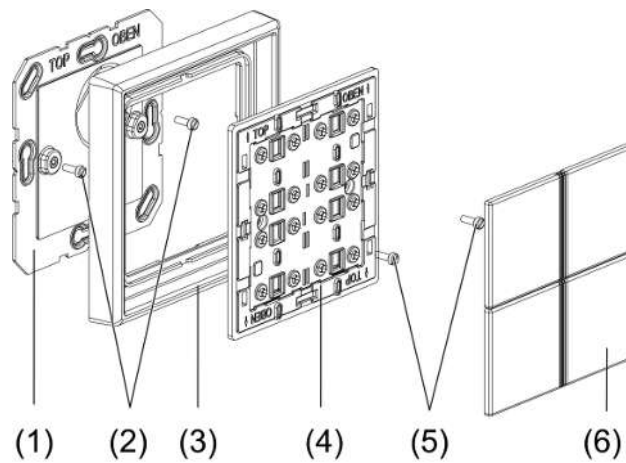

Bild 1: Funk-Tastsensor-Modul 4fach
- Bodenplatte (1) auf ebenen Untergrund schrauben oder kleben. Die Kennzeichnung **TOP/OBEN** muss dabei oben liegen.
- Design-Rahmen (3) auf die Bodenplatte stecken.
- Wandsender-Modul (4) auf Bodenplatte schrauben.
- Abdeckungen (6) aufrasten (Bild 1).
- Tasten (6) vorsichtig vom Tastsensor entfernen (Bild 1).
- Tastsensor von der Bodenplatte (1) abschrauben.